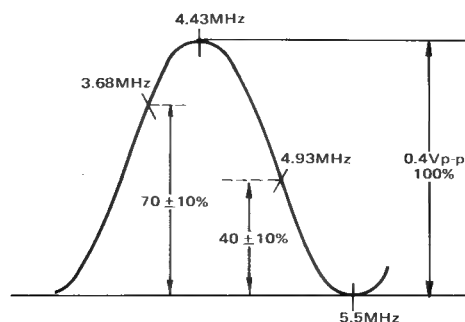

Fig. 33 Abb. 33
4. Adjust L601, L602 and L603 to obtain the waveform as in fig. 33.
4. L601, L602 und L603 auf die in Abb. 33 gezeigte Kurvenform abgleichen.